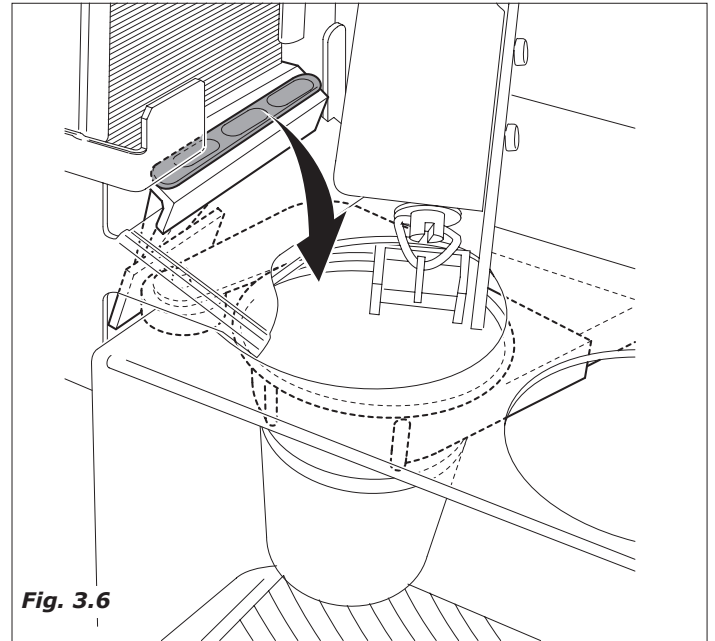

Fig. 3.6
- O braço translador do copo aciona o dispositivo de desengancho da pá, fazendo-a escorregar no copo (Fig.3.6).